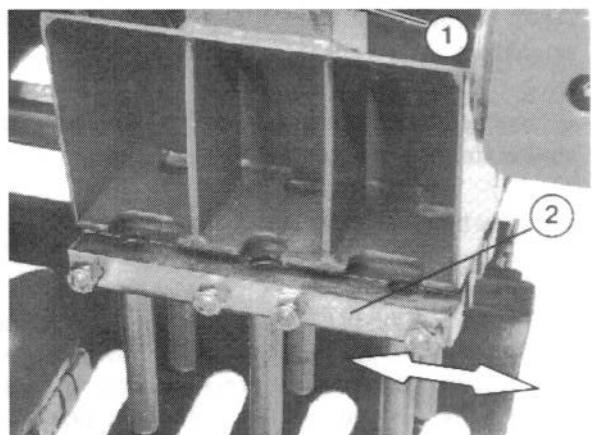

Figure 16
**Nota:** en cas de panne importante des pièces du réducteur, l'huile devient contaminée et doit être vidangée. Rincer le réducteur et le remplir avec de l'huile neuve. Le bouchon de vidange se trouve sous le couvercle à l'avant du réducteur (Fig. 16).
1. Saisir chaque ensemble par la base et essayer de le déplacer latéralement de chaque côté (Fig. 16). Ne pas le bouger d'avant en arrière. Il ne doit pas ou presque pas y avoir de jeu. S'il y a du jeu, passer au point 2. S'il y a peu ou pas du tout de jeu, contrôler l'ensemble suivant.